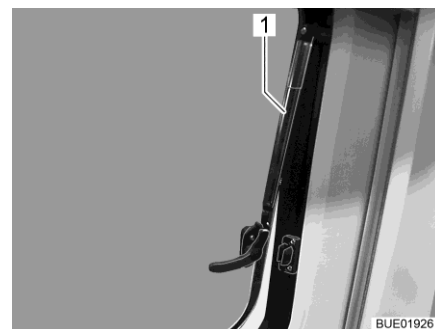

Bild 22 Ausstellfenster mit Automatik-Aussteller
- Ausstellfenster bis zur gewünschten Stellung öffnen. Ausstellfenster mit Automatik-Aussteller (Bild 22,1) selbstständig einrasten lassen.